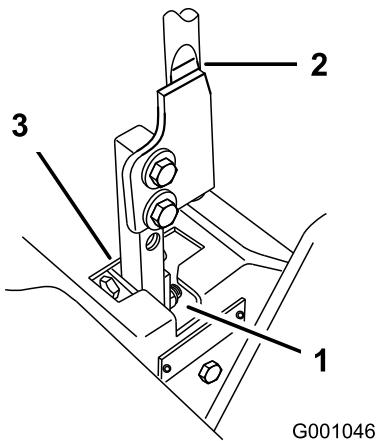

Figura 67
5. Mettete la leva in folle, senza bloccarla (Figura 67).
6. Tirate indietro la leva finché il perno con testa (sul braccio sottostante l'albero di articolazione) non tocca l'estremità della tacca (iniziate a premere sulla molla) (Figura 67).
7. Controllate dove la leva di comando corrisponde alla tacca nella console (Figura 67). Dev'essere al centro, e consentire lo spostamento della leva verso l'esterno, in posizione di bloccaggio in folle.